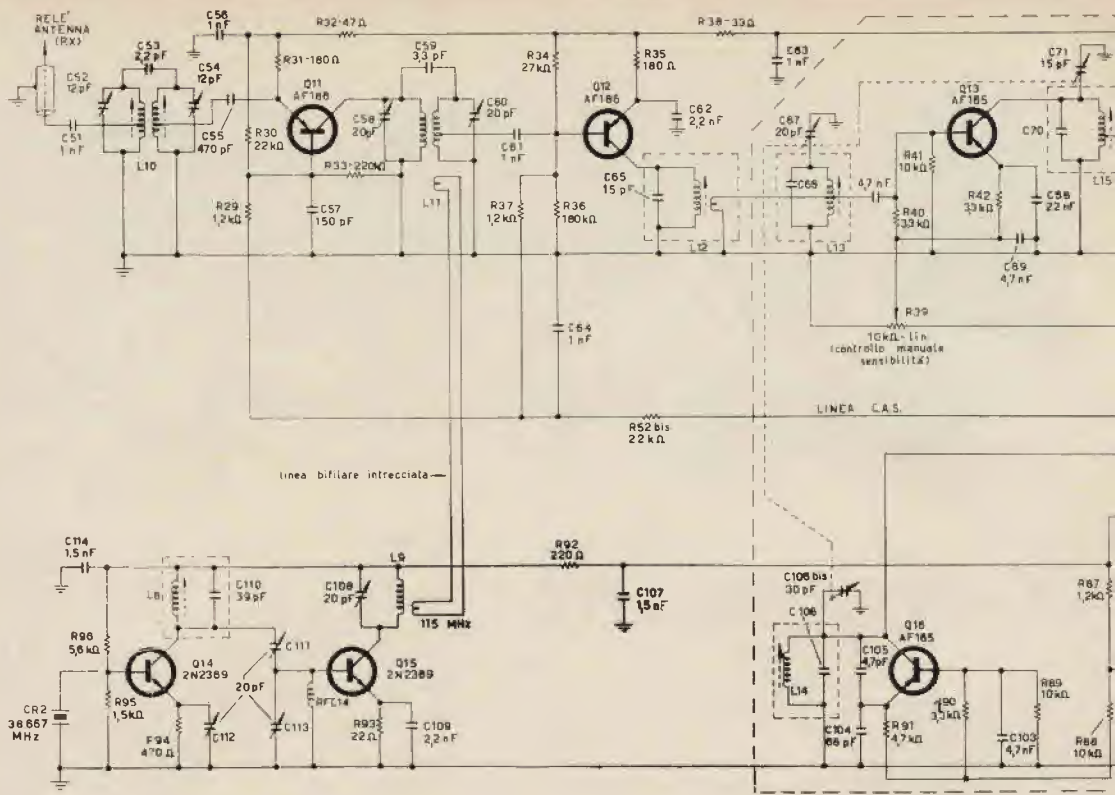

Figura 13
In figura 13 è disegnato lo schema elettrico completo del ricevitore.
Ritornando all'amplificatore a 144 MHz, il segnale entrato in emittore di Q11 viene applicato al miscelatore Q12. L'oscillatore controllato a quarzo (Q14 oscillatore e Q15 triplicatore), invia il suo segnale a 115 MHz mediante una linea bifilare intrecciata (figura 13) sul circuito di base di Q12. Sul circuito di collettore di questo stadio abbiamo una media frequenza accordabile da 19 a 21 MHz a seconda che il segnale in ingresso antenna vada da 144 MHz a 146 MHz. Il circuito C65, L12 viene accordato a 20 MHz ed è stato realizzato in modo da avere una banda passante di 2 MHz. I circuiti di L10 e L11 vengono accordati a 145 MHz come meglio sarà descritto nella parte « taratura » (13).
Per quanto riguarda l'oscillatore e lo stadio triplicatore si rimanda a quanto già detto rispettivamente per lo stadio oscillatore e duplicatore della sezione tx essendo i circuiti del tutto analoghi; cambia infatti solo la frequenza di lavoro e la potenza in gioco. Il quarzo lavora a 38,667 (sulla terza armonica) e il circuito L8 C110 è accordato alla stessa frequenza del quarzo. La triplicazione che avviene in Q15 con L9 C108 (figura 13) accordato a 115 MHz assicura l'adeguata alimentazione di segnale per la prima conversione.
Segue quindi lo stadio di seconda conversione con oscillatore libero (Q16, figura 13) che tramite C73 inietta il suo segnale sulla base di Q17. Sul collettore di Q17 che funziona da secondo convertitore si trova un filtro di banda a 1,1 MHz (L16 e L17 figura 3) (13). La stabilità in frequenza di questa seconda conversione è data dalla presenza del diodo zener (D6, figura 13) OAZ202 che stabilizza l'alimentazione dell'oscillatore a 6,0 V.
L'amplificazione alla seconda media frequenza di 1,1 MHz viene poi assicurata dai due stadi Q18 e Q19 (figura 13), collegati fra di loro da L18 (13).
Dopo l'ultima amplificazione (Q19) una parte del segnale viene inviato al diodo rivelatore D7 e un'altra parte all'amplificatore del C.A.S. (Q20 e Q21, figura 13) tramite C87.
Tramite R29 e R37 questa tensione variabile viene applicata a Q11 e Q12 (figura 13) le cui basi sono state polarizzate prima dell'inserimento del C.A.S. a una tensione di 10,5 V allo scopo di dare un certo ritardo nell'intervento del C.A.S.
Nella figura 13 tutti i circuiti premontati sono stati circoscritti da una linea tratteggiata. Anche il condensatore variabile triplo avente le tre sezioni di 20 pF (C67), 30 pF (C106 bis) e 15 pF (C71) rispettivamente è stato fornito dalla C.S.P.
Il valore di C93 del limitatore di disturbi è stato scelto sperimentalmente. Infatti una capacità troppo bassa non assicura il taglio dei disturbi, una capacità troppo alta attenua troppo l'intero segnale proveniente dalla rivelazione. Valori soddisfacenti di C93 (figura 13) sono compresi tra 0,1 μ F e 0,47 μ F.
Dopo lo stadio limitatore il segnale viene inviato all'amplificatore di bassa frequenza mediante C94 e il potenziometro regolatore di volume R72 (figura 13).
L'amplificatore di B.F. del ricevitore è a quattro transistori e cioè Q22 preamplificatore, Q23 pilota e il controfase finale in classe B formato da Q24 e Q25. L'accoppiamento è capacitivo tra il preamplificatore e il pilota, e induttivo con trasformatore invertitore di fase (T3 figura 13) tra pilota e finale. Lo stadio finale, compensato termicamente da R81 (NTC 130 Ω) viene centrato come punto di lavoro dalla resistenza semifissa R83, che in assenza di segnale viene regolata per una corrente di collettore globale di Q24 e Q25 di 3 mA. Il trasformatore di uscita (T4) adatta poi l'impedenza dell'altoparlante (3 Ω). I transistori dello stadio finale sono muniti di alette di raffreddamento tenute insieme da una vite di fissaggio.
Sul pannello frontale sono stati sistemati oltre alle due maniglie per il trasporto il commutatore di alimentazione (CT2, figura 3), il commutatore di lettura (CT4, figura 3), il comando di sintonia con demoltiplica meccanica che agisce sul condensatore triplo (C67, C71 e C106 bis, figura 13), il controllo manuale di sensibilità (R39, figura 13), l'indicatore di campo (S-meter, figura 13), il deviatore per l'inserzione del limitatore di disturbi (CT5A e CT5B, figura 13), la regolazione della profondità di modulazione (R15, figura 3), lo strumento di controllo da 100 μ A f.s. (figura 3), il commutatore ricezione-trasmissione (CT1, figura 3), la presa per il microfono, la presa per l'eventuale comando a distanza di ricezione-trasmissione (non connessa) e la presa per l'alimentazione esterna con la batteria da auto.
Per questo si accordano dapprima L8, C111, C112 e C113 dell'oscillatore a quarzo (figura 13) per il massimo di uscita per accoppiamento con un ondametro accordato a 38,667 MHz (alla bobina L8 viene tolto momentaneamente lo schermo), quindi L9 e C108 (figura 13) a 115 MHz nella stessa maniera. Si rimette lo schermo a L8 e si rititano L8, C111, C112 e C113 per il massimo segnale su L9 a 115 MHz.
Tarato l'oscillatore si può mandare all'ingresso del ricevitore un segnale di bassa intensità preferibilmente non modulato e lo si sintonizza. Si regolano ora C52, C54 il nucleo di L10, C58, C60 e da ultimo il nucleo di L12 (figura 13) per la massima lettura dell'indicatore di campo.
Si controllano ora la copertura di gamma eventualmente ritoccando L14 (figura 13) e la costanza di risposta da 144 MHz a 146 MHz riaggiustando gli stadi a 144 MHz ed eventualmente i nuclei di L13 e L15. Disponendo di un generatore oppure di un secondo ricevitore per i 2 metri si può costruire una scala graduata da 144 a 146 MHz per la sintonia.
La taratura viene quindi portata a termine regolando R83 (stadio amplificatore di bassa frequenza, figura 13) per una corrente globale di Q24 e Q25 di 3 mA in assenza di segnale.